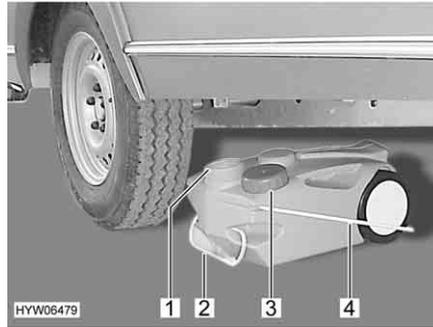

Fig. 150 Depósito de aguas residuales, con ruedas
- Cerrar la abertura del depósito de aguas residuales (Fig. 150,1) con la tapa (Fig. 150,3).
- Extraer el depósito de aguas residuales por el tirador (Fig. 150,2).
- Abatir hacia arriba el tirador (Fig. 150,4) y colocar el depósito de aguas residuales.